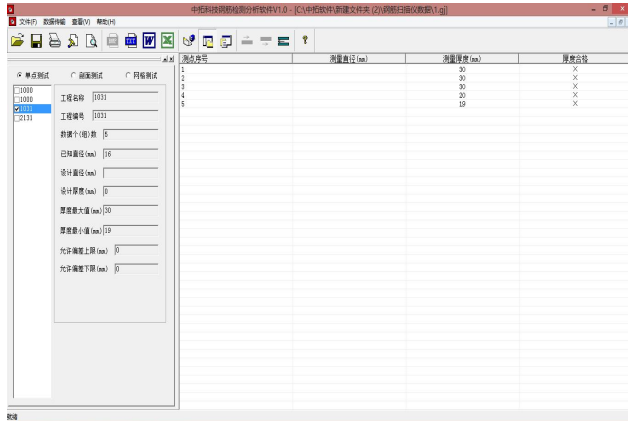

图 6-14
(1) 单点测试：当用户选择单点测试时，与单点测试相对应的项目编号就会显示在项目编号列表中，并且窗口显示区中会弹出图 6-14 所表示的窗口，这时窗口显示区中包含两部分：参数显示区和数据显示区。